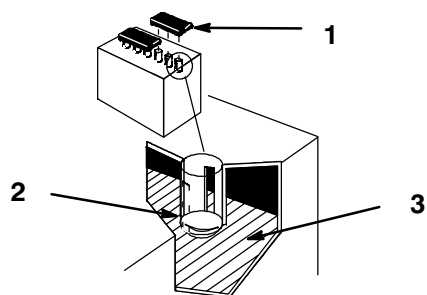

Abbildung 24
2. Die Verschlussdeckel abnehmen. Wenn die Füllsäure nicht bis zum unteren Teil der Röhre reicht (Abb. 24), die erforderliche Menge destilliertes Wasser nachfüllen. Siehe "Nachfüllen von Wasser in die Batterie", Seite 30.
2. Die Verschlussdeckel abnehmen (Abb. 24).
3. Langsam in jede Batteriezelle destilliertes Wasser gießen, bis der Flüssigkeitsstand bis zum unteren Teil der Röhre reicht (Abb. 24).